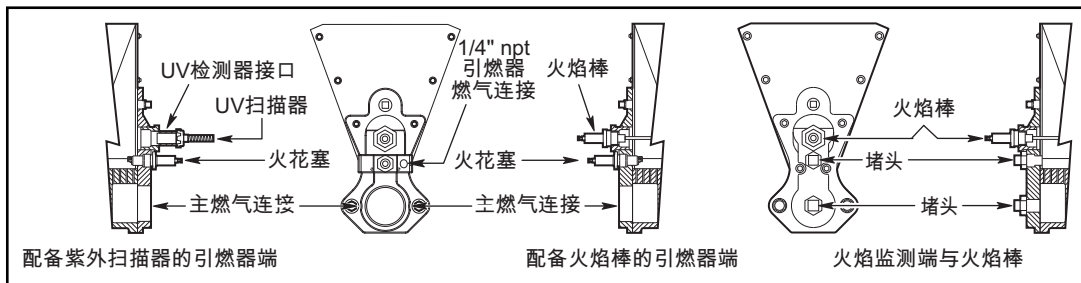

图 3.4 端板示例 (图示为已安装可选的紫外扫描器、火焰棒和火花塞)
1. 根据选择的火焰传感器，按图 3.4 定位并将其安装到端板的对应开口中。
按图 3.4 所示将火花塞安装到端板适当的开口中。